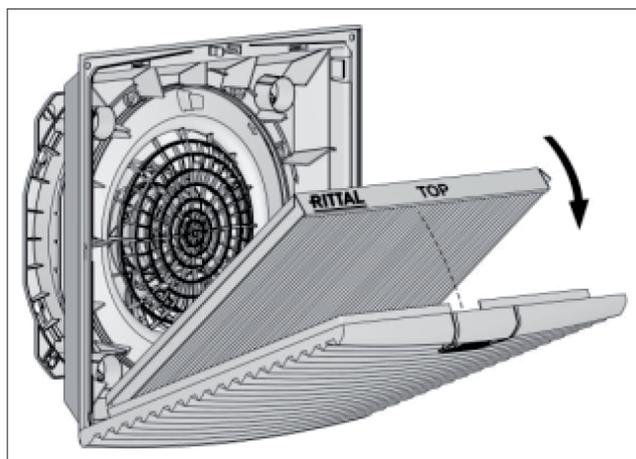

Fig. 7: Installazione del feltro plissettato IP54
- Inserire il feltro plissettato nella griglia di aerazione. La scritta «Top» indica la direzione di inserimento (vedi fig. 7).